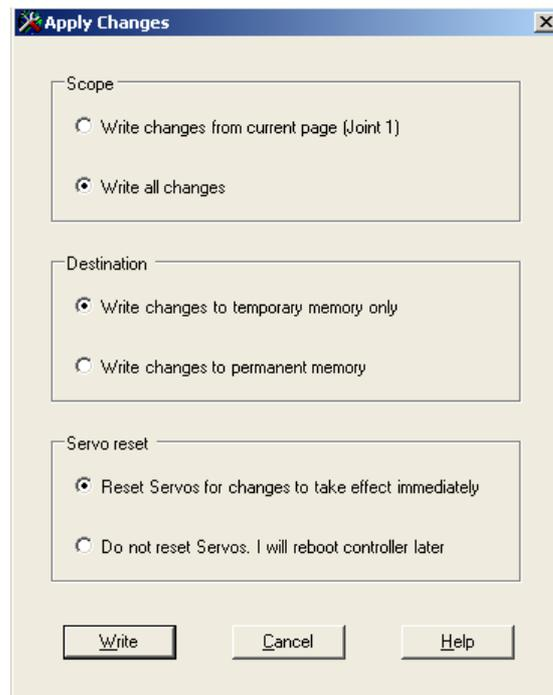

Figure 5.15 : Configuration Manager - Adopter les modifications
6. Cliquez sur **Apply**. L'écran « Apply Changes » s'ouvre (voir la figure 5.15).